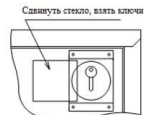

Рис.1
- 6.1 При использовании почтового замка необходимо сдвинуть стекло (см. рис.1), вытащить ключ, снять пломбу и открыть дверь ключом.